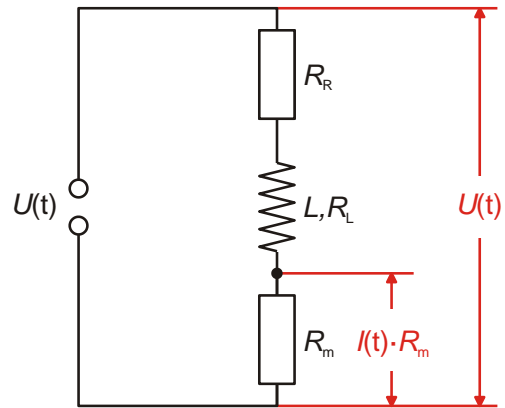

Fig. 3 : Schéma électrique
- Réaliser le circuit sur la plaque de connexion d'après la fig. 3.